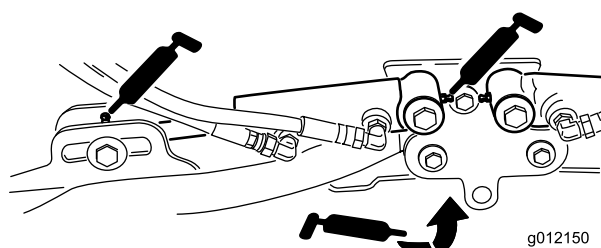

Figura 52
- Cilindros del brazo de elevación de la unidad de corte (2 en cada) (Figura 52)
- Pivotes del brazo de elevación (1 en cada) (Figura 52)